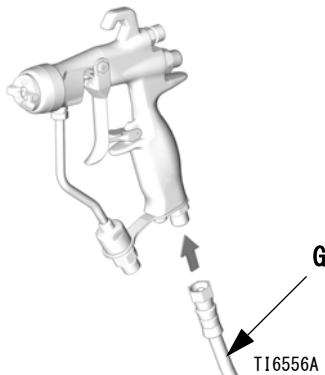

図 .2
5. エアホース (G) を 1/4 npsm ガンエアインレット (C) に接続します 図図 .2 を参照のこと。